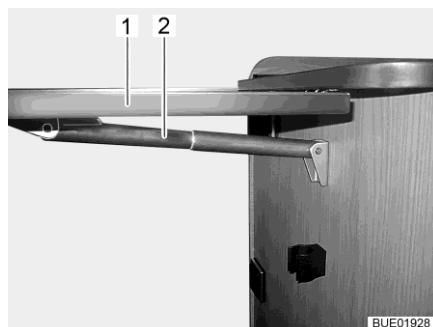

Fig. 50 Table pliante / surface de travail
- Saisir la table pliante / surface de travail (Fig. 50,1) par le bas et la dé-senclencher d'une légère traction.
- Faire basculer le plateau de table vers le haut jusqu'à ce que la fixation du support télescopique (Fig. 50,2) ait prise. Lâcher le plateau de table.